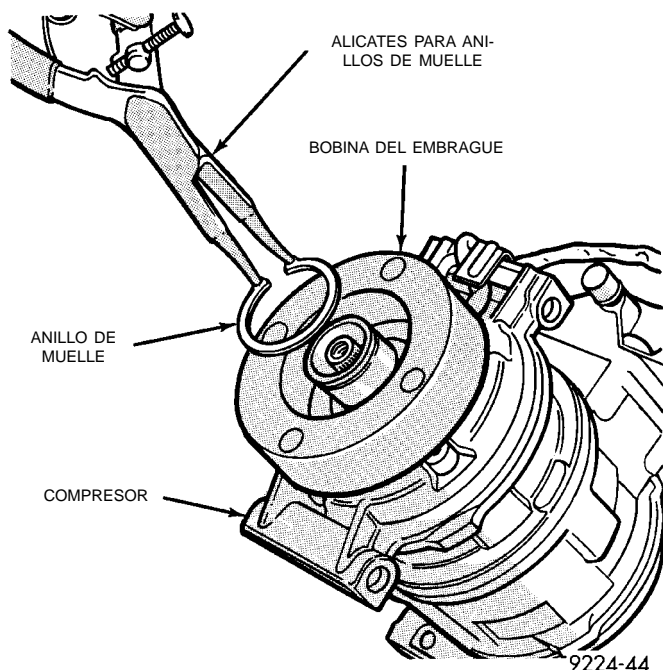

Fig. 24 Desmontaje/instalación del anillo de muelle de la bobina del embrague
(5) Desenchufe el conector del mazo de cables de la bobina de embrague. Retire el tornillo y el fiador del mazo de cables de la bobina del embrague en la caja frontal del compresor.
(6) Retire el anillo de muelle de la maza del compresor y retire la bobina de campo del embrague (Fig. 24). Deslice la bobina de campo del embrague para extraerla de la maza del compresor.